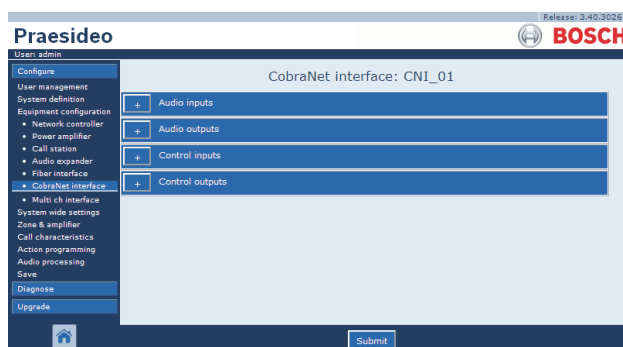

figure 44.39 : Configuration d'une interface CobraNet, étape 2
- 2 Cliquez sur le nom de l'interface CobraNet à configurer. Un écran semblable à celui de la figure 44.39 s'affiche dans le cadre principal de l'interface Web.